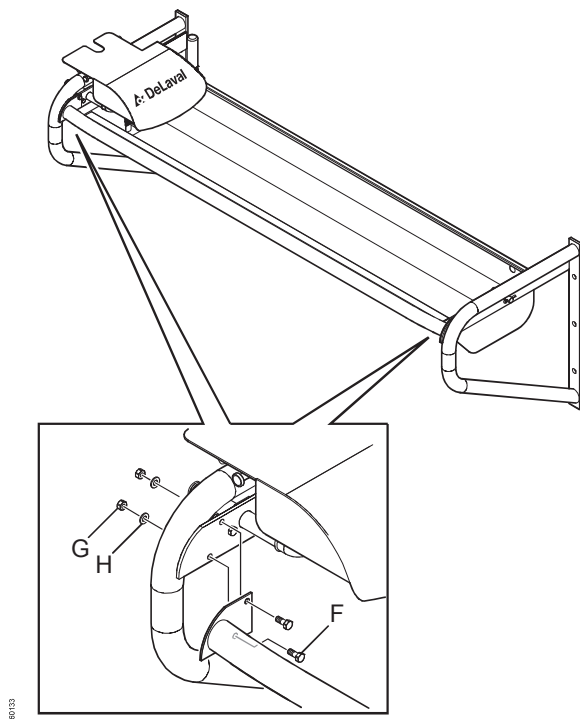

Fig. 22: Montering av sikkerhetsstangen.
6. Fest sikkerhetsstangen slik Fig. 22 viser.